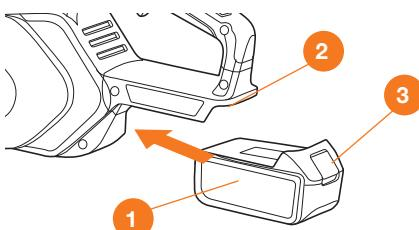

Рис. 7
- Установите аккумуляторную батарею ① в разъем рукоятки пилы ② до щелчка (Рис. 7).
- Для извлечения аккумуляторной батареи нажмите на фиксатор ③ и достаньте батарею из разъема корпуса цепной пилы.